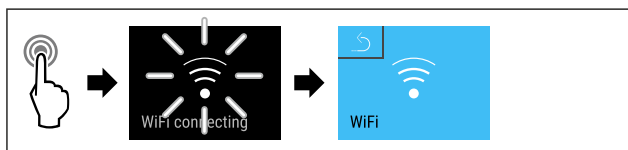

Fig. 118
- ▶ Suivre les étapes (voir Fig. 118).